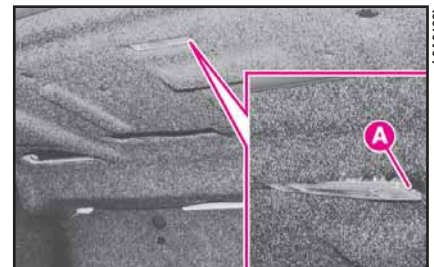

fig. 40
1) quite el transparente empujando con un destornillador en el muelle **A** (fig. 40);